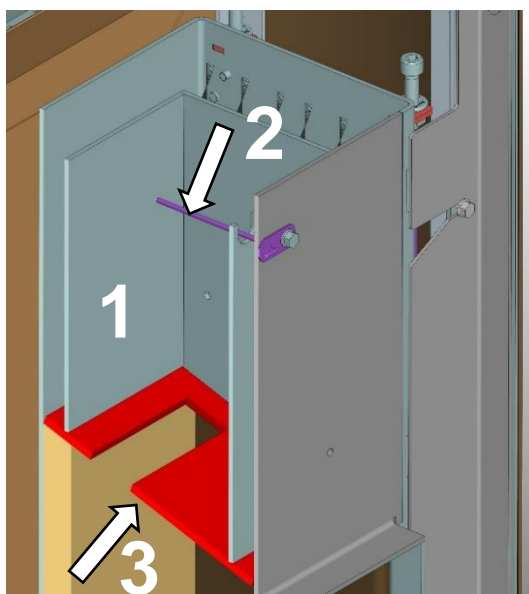

Abb. 84: Ascheraum oben
5. Den Raum oberhalb der Umlenplatte von Flugasche säubern (**Abb. 84 Pos.1**). Hier lagern sich große Mengen an Flugasche ab. Den Temperaturfühler – TR (**Abb. 84 Pos.2 nur bei S5**) mit einem Tuch von Anhaftungen / Ruß befreien. Den Fühler auf Verschleiß (Oberfläche / Risse) prüfen und bei Bedarf ersetzen.
Die Umlenplatte (**Abb. 84 Pos.3**) bei Bedarf (starker Verzug / Beschädigungen / Verschleiß) ersetzen.
Darauf achten, dass der Kasten im oberen Bereich so weit wie möglich vorne anliegt (**Abb. 84**).